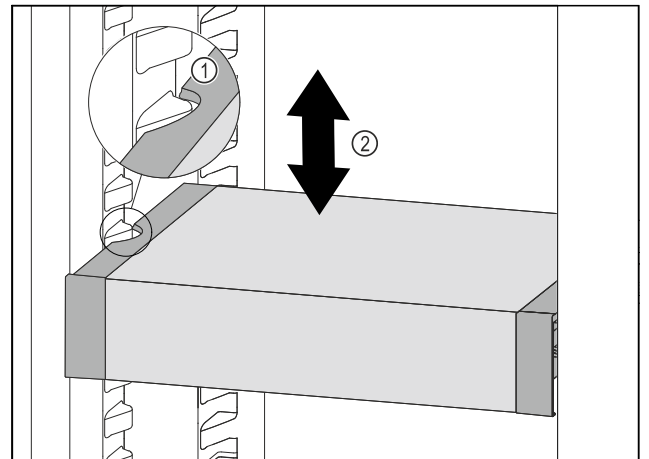

Fig. 104
- Vedä VarioSafe-laatikka ulospäin, kunnes VarioSafen sivuilla olevat lovet ovat jääkaappiosassa olevien kotelokiilojen tasolla. Fig. 104 (1)
- Siirrä VarioSafe-laatikka ylös- tai alaspäin jääkaappiosassa haluttuun korkeuteen. Fig. 104 (2)